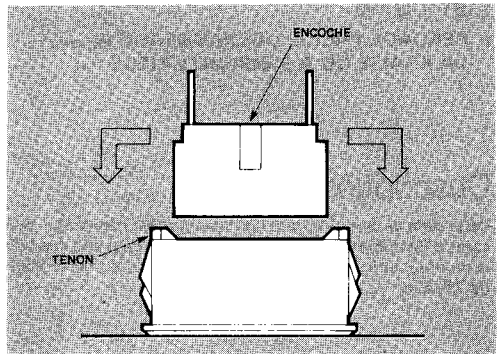

FIGURE 1 – Introduction de la barrette lumineuse dans la monture
1. Réaliser la fenêtre à la fraise (3) ou à l'emporte-pièce. Ebarber le trou mais ne pas le chanfreiner.
2. Placer la monture face contre une surface plane et solide. Une étiquette de dimension identique à celle de la face lumineuse de la barrette peut être placée soit à l'intérieur de la monture, soit fixée sur la face de la barrette. Introduire la barrette à l'intérieur de la monture jusqu'à encliquetage des tenons. Pour introduire une barrette dans la monture HLMP-2898, orienter le boîtier pour que les encoches se trouvent face aux côtés sans tenon (Figure 1).